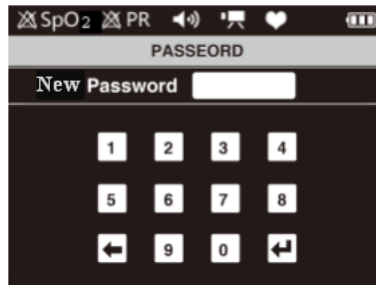

Figura 14. Interfaz nueva contraseña
- e **Set Password:** desplace la barra de selección hasta la opción "Set Password", (configurar contraseña) luego pulse el botón de menú para acceder a la interfaz de contraseña de la Figura 14 para configurar una nueva contraseña.